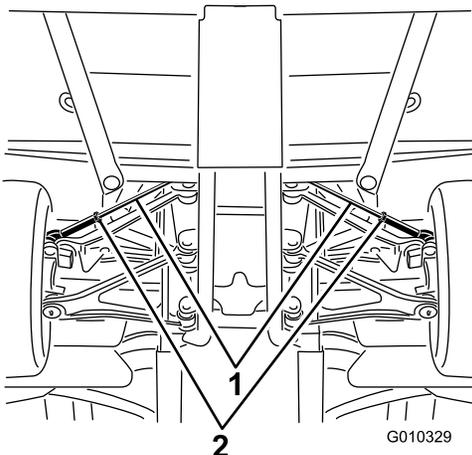

Figura 64
A. Desaperte a porca de retenção no centro da barra de ligação (Figura 64).